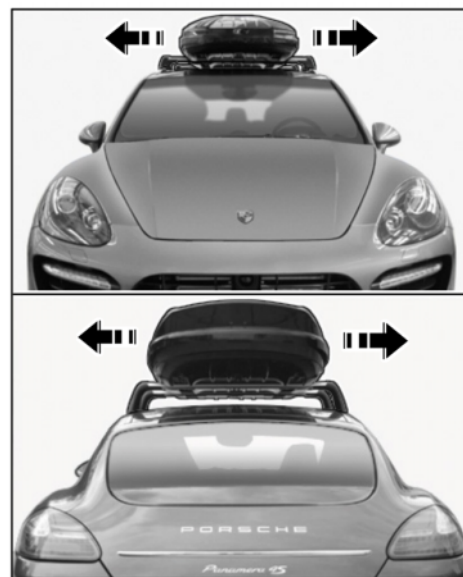

Fig. 7
4.8.1 Sur les côtés, par rapport aux axes longitudinaux (⇒ Fig. 7):